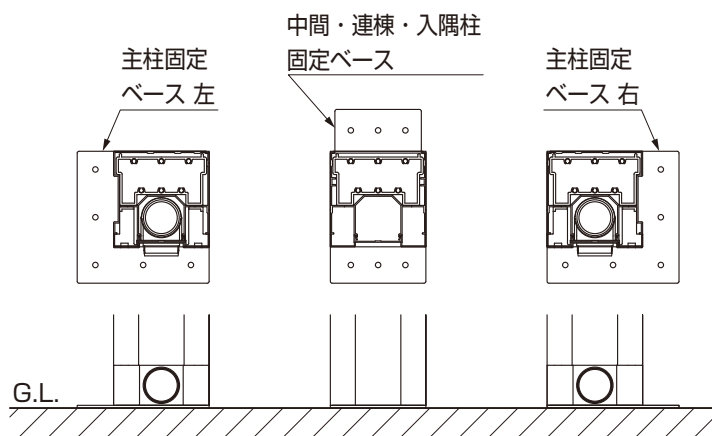

図3-13 柱固定ベース位置関係
- 柱固定ベースの左右を間違えないよう、注意してください。（図3-13参照）